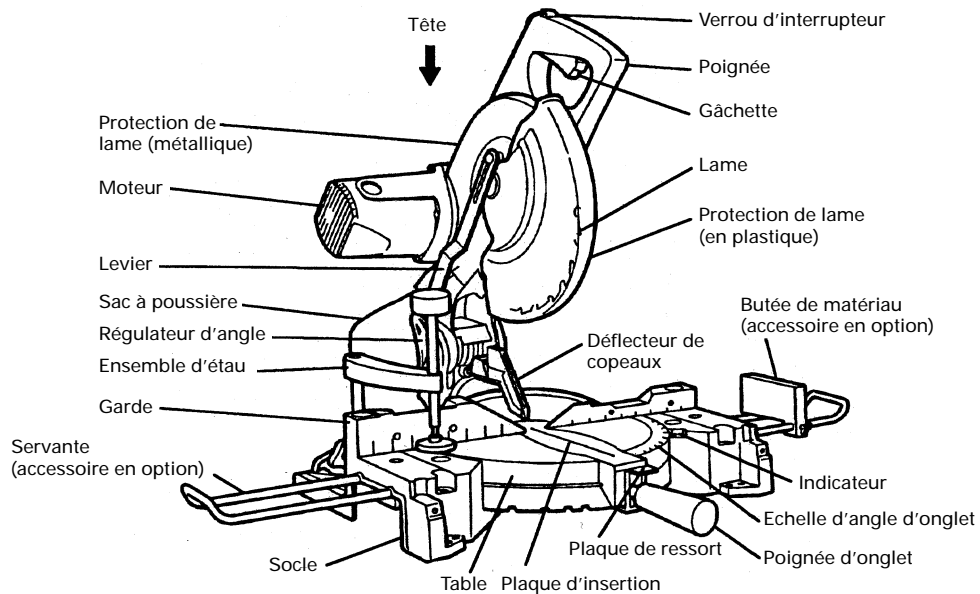
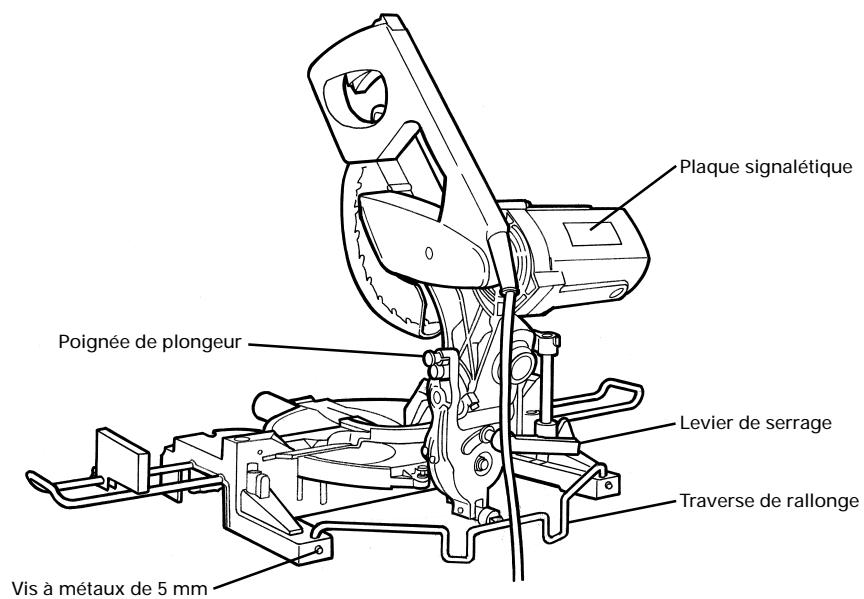
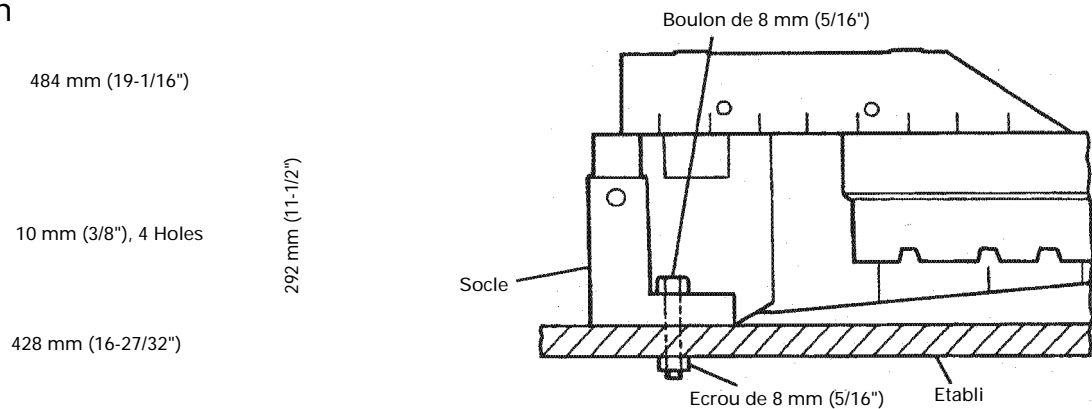

Fig. 1
Fig. 2
Fig. 4
Fixer l'outil électrique sur un établi horizontal et de niveau, comme indiqué à la Fig. 4. Sélectionner les boulons de 8 mm (5/16") de diamètre de la longueur correspondant à l'épaisseur de l'établi. Les boulons devront avoir une longueur d'au moins 50 mm (2"), plus l'épaisseur de l'établi. Par exemple, avec un établi de 25 mm (1") d'épaisseur, utiliser des boulons de 8 mm (5/16") 75 mm (3"). La traverse de rallonge fixée au dos du socle (voir Fig. 2) aide à stabiliser l'outil électrique.
Pour le transport, saisir la poignée (voir Fig. 1) d'une main et tenir le socle à la section de saisie à l'extrémité gauche de l'autre main pour transporter l'outil.
Fixer le sac à poussière, la poignée d'onglet, la servante, la butée de matériau et l'ensemble d'étau comme indiqué à la Fig. 1 et à la Fig. 2.
- (1) Insérer la traverse de rallonge dans l'orifice du socle.
- (2) Serrer les deux vis à métaux de 5 mm et fixer la traverse de rallonge comme indiqué à la Fig. 2.